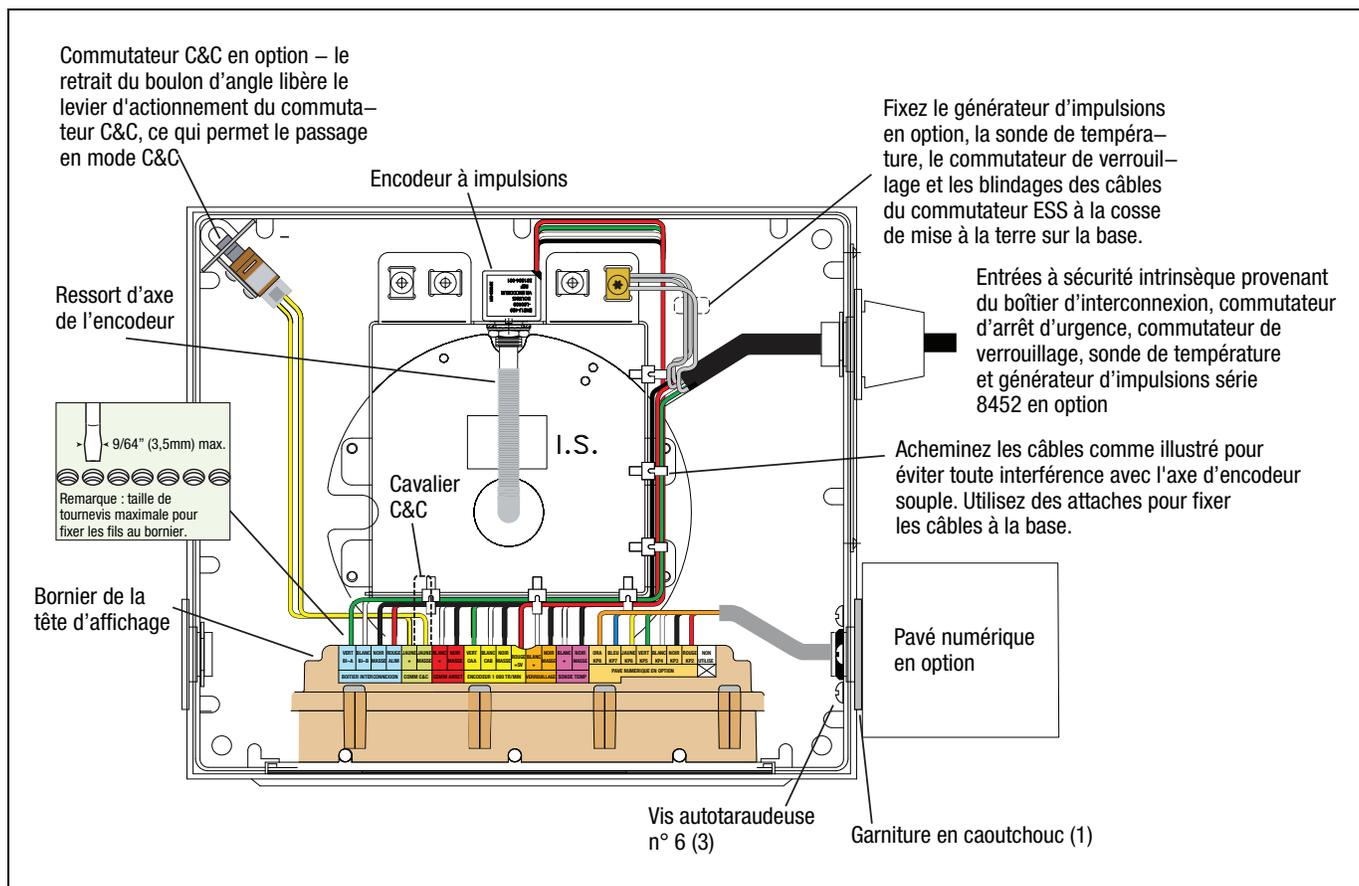

Figure 38. Câblage de la tête d'affichage et emplacements des commutateurs
2. Faites glisser l'écrou serre-câble puis la bague au-dessus des fils du câble du BI. Tirez suffisamment de câble de sorte que les fils atteignent le bornier sur l'assemblage de l'écran et puissent être attachés ensemble à la base de montage de l'encodeur à impulsions, comme illustré à la Figure 38. Faites glisser l'extrémité taraudée de la bague dans le serre-câble, puis vissez sur l'écrou serre-câble et serrez fermement.
3. Fixez le câble du BI à quatre fils au bornier comme illustré à la Figure 38.
4. Si vous avez la sonde de température en option et/ou le commutateur ESS, retirez l'écrou serre-câble inférieur et faites-le glisser, puis la bague taraudée, au-dessus du câble de la sonde de température et/ou du câble du commutateur ESS. Tirez suffisamment de câble de sorte que les fils atteignent le bornier sur l'assemblage de l'écran et puissent être attachés ensemble à la base de montage de l'encodeur à impulsions, comme illustré à la Figure 38. Faites glisser la bague dans le serre-câble, puis vissez l'écrou serre-câble dans le serre-câble, et serrez fermement. Fixez le blindage du câble de la sonde de température à une cosse de mise à la terre sur la base de montage de l'encodeur à impulsions.
1. Un assemblage standard de commutateur d'angle C&C (réf. 845900-018) qui entre dans un angle du boîtier de la tête d'affichage (voir Figure 38). Pour entrer en mode C&C, retirez le boulon d'angle du couvercle de la tête d'affichage. Pour quitter le mode C&C, remplacez le boulon.
La Figure 38 illustre l'installation et le câblage du pavé numérique en option. Pour fixer les vis de montage du boîtier du pavé numérique, vous devrez tirer/faire glisser vers le haut l'assemblage de l'écran à l'écart de la tête
d'affichage. Insérez les fils du pavé numérique par le trou central dans le joint, faites glisser le joint vers le bas contre le pavé numérique et alignez ses trois orifices sur les trois orifices de montage dans le pavé numérique. Maintenez le pavé numérique contre la tête d'affichage et vissez les 3 vis de montage, réinstallez l'assemblage de l'écran puis connectez le câblage du pavé numérique au bornier comme illustré à la Figure 38. Les vis sont auto-taraudeuses. L'utilisateur peut pré-tarauder les trous à l'aide de la vis pour faciliter l'installation.